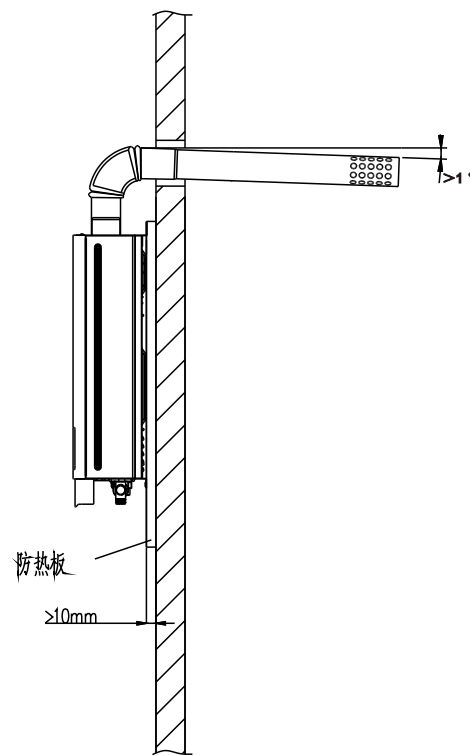

图3
■ 烟道水平段应尽可能短，且安装时应有向外不低于1度的倾斜度（如图3所示），以利于冷凝水的排出。